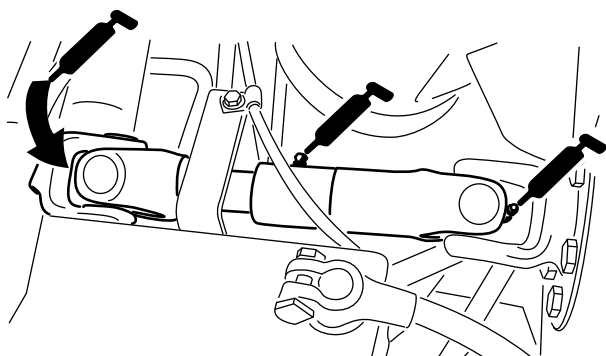

Figura 42
- Articulación de cardán del árbol de transmisión de la bomba (3) (Figura 42).